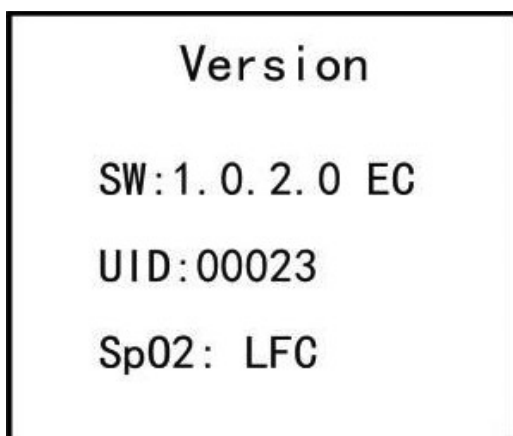

Abbildung 4.10H Versionsinfo
- » TEMP-Einheit: Zum Einstellen der Temperatureinheit, „°C (Celsius)“ und „°F (Fahrenheit)“ als Option, ist die Werkseinstellung „°F“, wie in Abbildung 4.10H dargestellt.